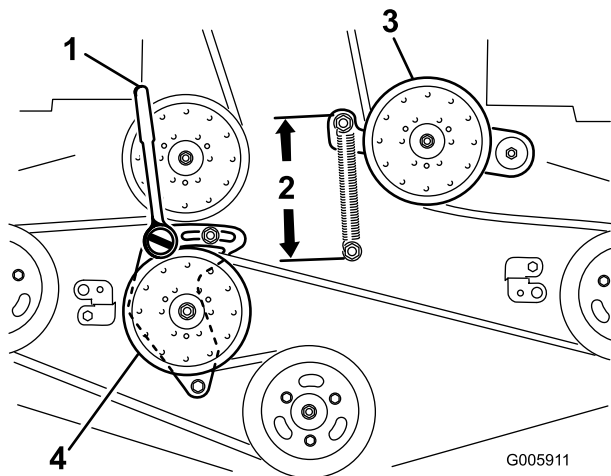

Figure 59
4. Desserrez le bras de la poulie de renvoi fixe pour détendre la courroie (Figure 59).
7. Insérez une douille courte avec manche à rochet ou une barre de levier dans le trou carré du bras de la poulie de renvoi fixe (Figure 59).
9. Pour augmenter la tension de la courroie, tournez le manche à rochet ou la barre de levier dans le sens antihoraire pour déplacer le bras de poulie fixe jusqu'à ce que les crochets du ressort soient espacés de 16,5 cm (Figure 59).